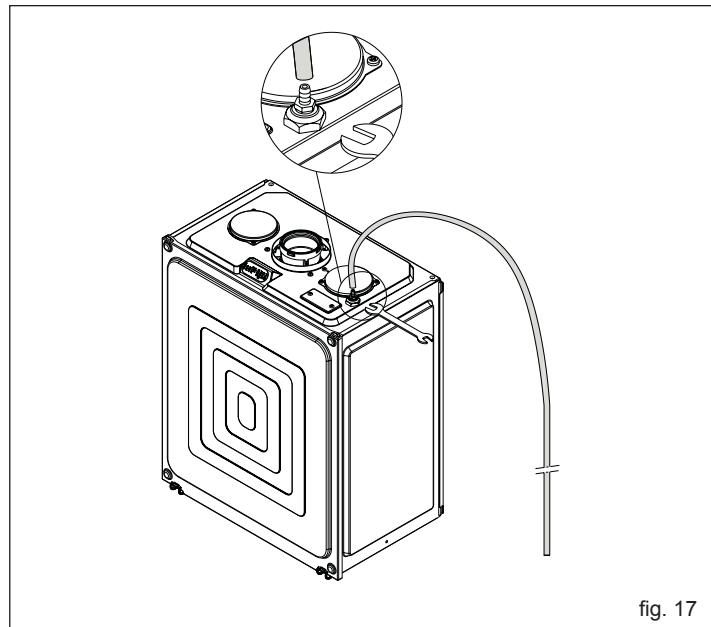

fig. 17
- Utilizați o cheie CH11 pentru a deschide vana de evacuare manuală a aerului, localizată deasupra camerei de aer (fig. 17): racordați furtunul la vană, furnizat cu centrala, în vederea evacuării apei într-un recipient extern.